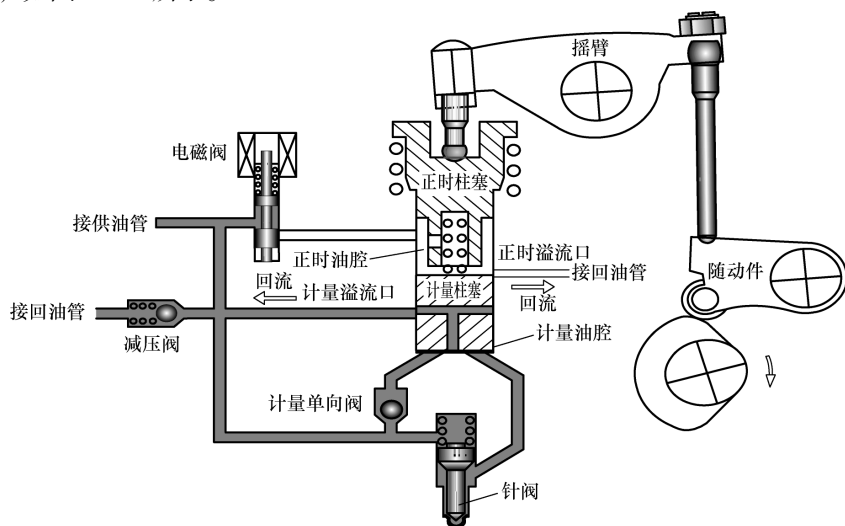

图 10-11 喷射结束
⑨ 当计量柱塞上的泄油通道与计量溢流口对正时，计量油腔内的高压燃油迅速回流到进油通道中，此时减压阀被打开，使部分燃油回流到回油管，这就减小了供油压力脉动。接着计量柱塞让开了正时溢流口，正时油腔内燃油随着正时柱塞继续下行迅速经正时溢流口排空。喷射结束，如图 10-11 所示。